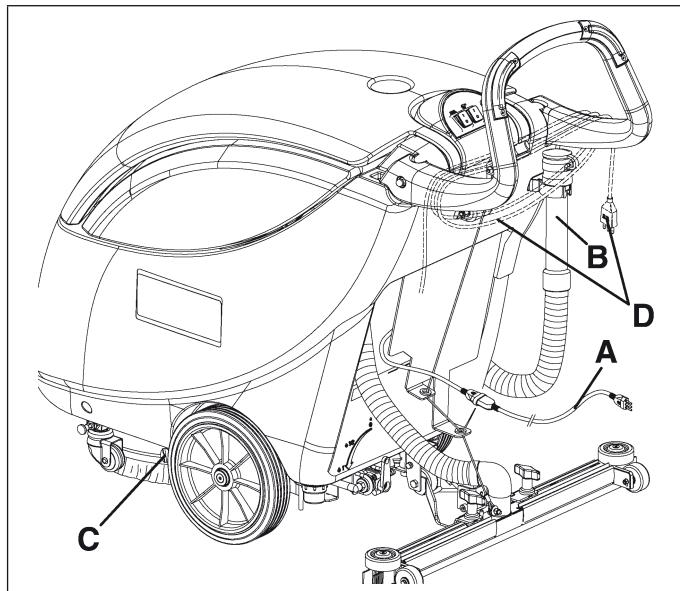
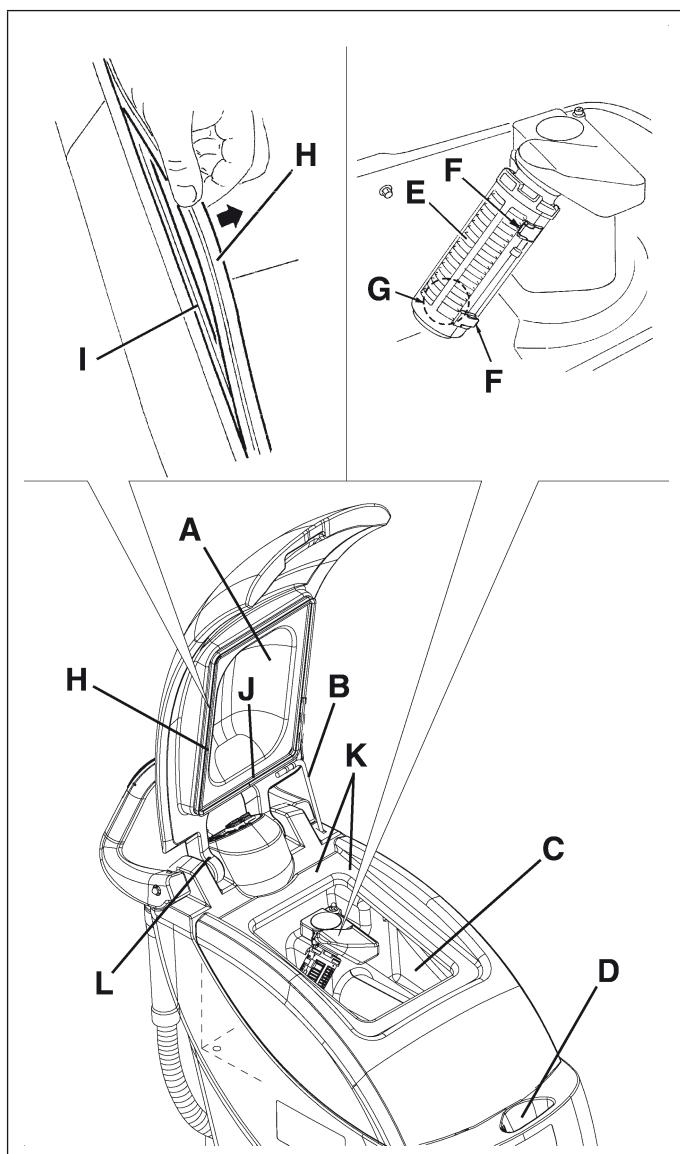

Figure 18
Figure 19
1. Controlar que el cable de alimentación (A, Fig. 18) esté desconectado de la red eléctrica. Envolver el cable de alimentación alrededor del manillar, en posición (D).
3. Levantar la tapa (A, Fig. 19) e introducir el soporte (B) de la tapa, luego lavar con agua limpia la tapa misma, los depósitos (C y D) y la rejilla de aspiración (E). Descargar el agua de los depósitos mediante el tubo (B, Fig. 18) y la válvula (C).
4. Si necesario, desenganchar los retenes (F, Fig. 19) y abrir la rejilla (E), luego quitar el flotador (G), limpiar la partes con cuidado, luego montar de nuevo.
5. Controlar la integridad de la guarnición (H, Fig. 19) de la tapa del depósito del agua de recuperación.
La guarnición (H, Fig. 19) causa la formación de vacío en el depósito, necesario para la aspiración del agua de recuperación.
- Si necesario, sustituir la guarnición (H, Fig. 19) de su alojamiento (I) para sustituirla.
- Cuando se reinstala la nueva guarnición, posicionar su unión (J) en el área (central) indicada en la figura.
6. Controlar que toda la superficie perimetral (K, Fig. 19) de apoyo de la guarnición (H) no esté dañada y que sea adecuada para la estanqueidad de la guarnición misma.
7. Controlar que el orificio de ventilación (L, Fig. 19) no esté obstruido; de lo contrario, limpiarlo.
El orificio (L, Fig. 19) permite la compensación de aire en el intersticio de la tapa, causando la formación de vacío en el depósito.
8. Cerrar la tapa (A, Fig. 19) tras haber quitado el soporte (B) de la tapa.